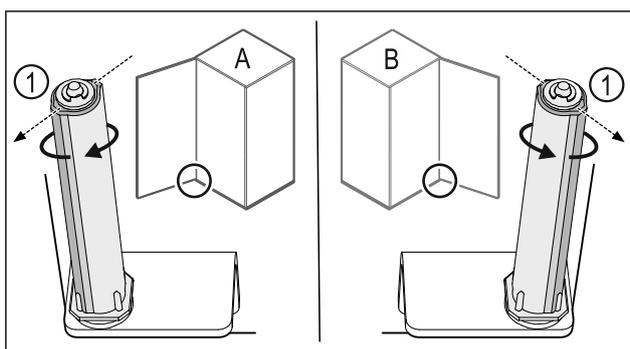

Fig. 50 Linksanschlag (A) / Rechtsanschlag (B)
- ▶ Schließsystem gegen den Widerstand drehen, bis der Steg des Schließsystems Fig. 50 (1) nach außen zeigt.